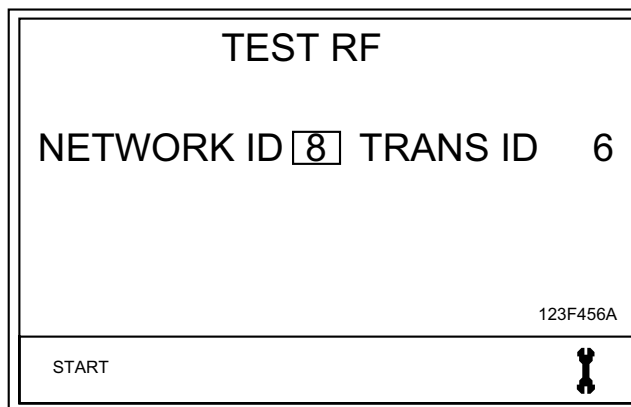

ABB. 7
4. Bewegen Sie den Cursor mithilfe des RECHTS-PFEILS über START (ABB. 7).